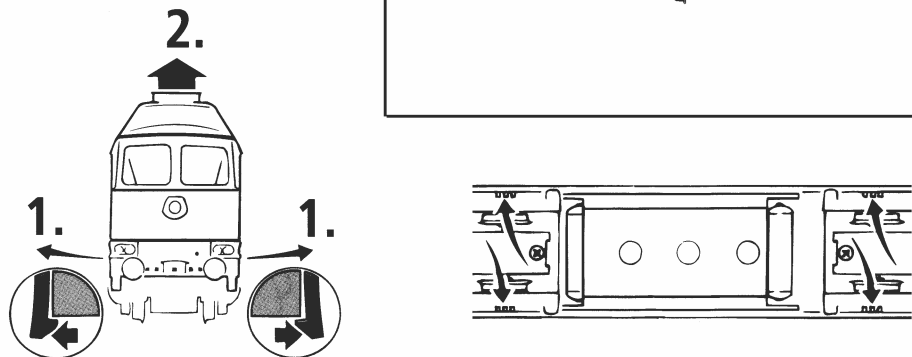

Fig. 4
3. Haftreifenwechsel: Zuerst den Getriebedeckel abnehmen (Fig. 4). Danach den **Radsatz** herausnehmen und den **Haftreifen** mit einer Nadel oder mit einem feinen Schraubendreher abziehen (Fig. 7). Beim Aufziehen des neuen Haftreifens bitte darauf achten, dass dieser sich **nicht verdreht**.
3. Échange des bandages d'adhérence: Démontez d'abord le **couvercle du carter** des engrenages (fig. 4). Délogez ensuite les essieux bandagés et enlevez, à l'aide d'une aiguille ou d'un tourne-vis fin, les bandages d'adhérence (fig. 7). Lors du montage des nouveaux bandages veuillez veiller à ce que les bandages **ne soient pas tordus**.
3. Vervangen van Antislip-bandjes: Verwijder de deksel (Fig. 4). Til de wielstellen ar mit en met een splad maakt u het bandje los. Nieuwe bandjes niet verdraaien.